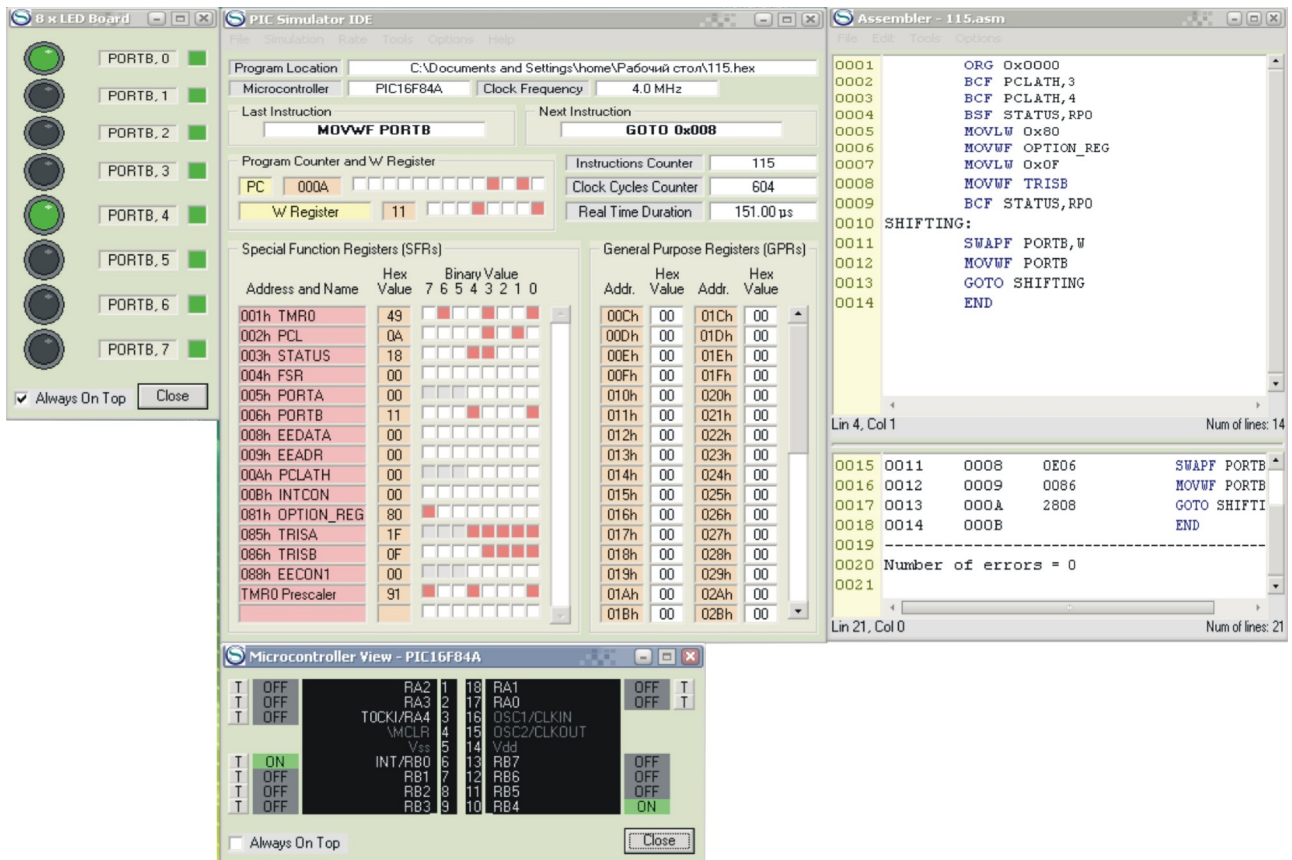

Рис. 10 Зображення інтерфейсу стимулятора з виконуваною програмою
13. Натиснути Simulation | Start (почнеться виконання програми). Якщо при цьому курсором клацнути на одному з виводів мікросхеми (панель «Microcontroller View PIC16F84») за номером  $n$  (це відповідає появі на цьому виводі логічної «1» - світлодіод світиться), то засвітиться світлодіод на виводі мікросхеми з номером  $n+4$  (рис. 10);
1. Виконати програму (Приклад 1) в режимі «Normal». В процесі виконання програми клацнути курсором на одному з виводів чотирьох молодших розрядів порту В мікросхеми (панель «Microcontroller View PIC16F84») за номером  $n=0...3$  (це відповідає появі на цьому виводі логічної «1» - світлодіод світиться). При цьому засвітиться світлодіод на виводі мікросхеми з номером  $n+4$  (рис. 10);
3. В процесі виконання програми клацнути курсором на одному з виводів чотирьох старших розрядів порту В мікросхеми (панель «Microcontroller View PIC16F84») за номером  $n=4...7$ . При цьому повинен засвітитися світлодіод на виводі мікросхеми з номером  $n-4$  (рис. 10);
3. В процесі виконання програми клацнути курсором на одному з виводів чотирьох молодших розрядів порту А мікросхеми (панель «Microcontroller View PIC16F84») за номером  $n=0...3$ . При цьому повинен засвітитися світлодіод на виводі мікросхеми з номером  $n$  порту В (рис. 10);